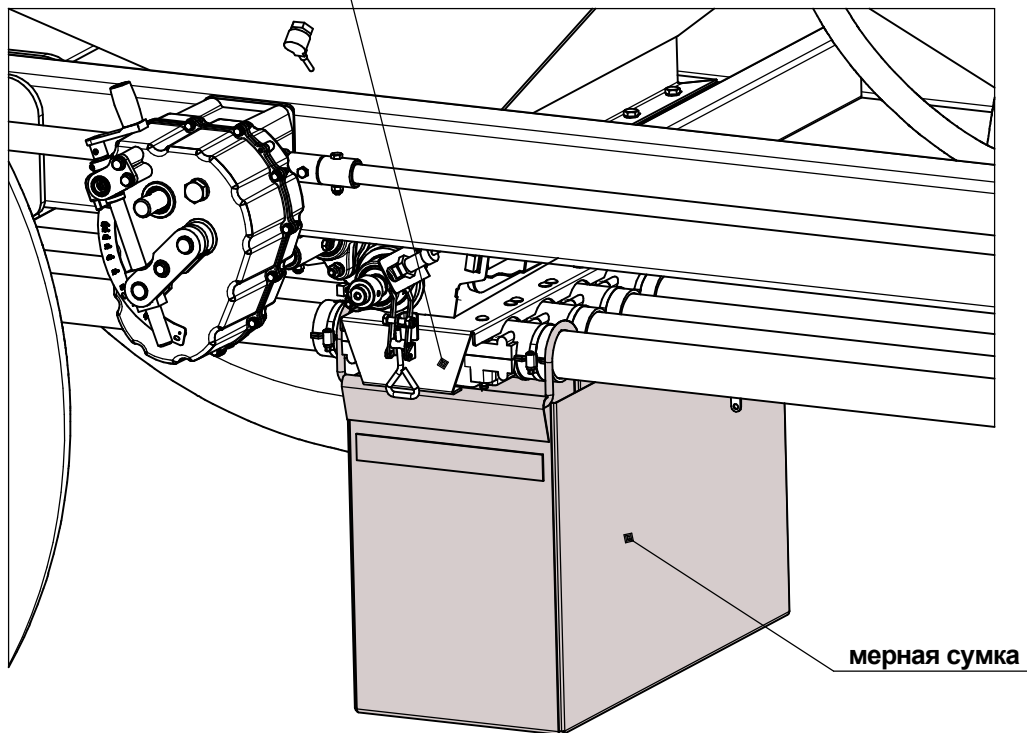

Рис.97 - Установка мерной сумки для тарировки нормы высева.
- установите мерную сумку согласно (рис.97);